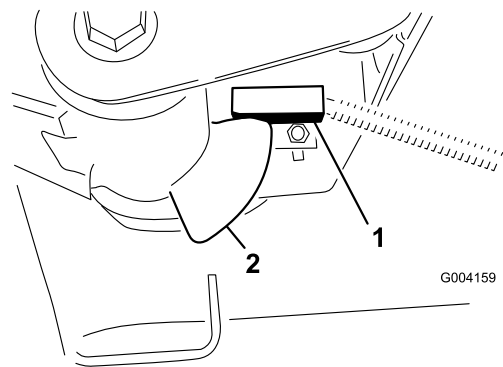

図 42
2. 昇降アームのスイッチは、油圧のメイン・タンクの下にある右前昇降アームの後ろ側に装着されている（図 42）。
3. スwitchの取り付けネジ（図 42）をゆるめ、スイッチの位置を下げると、昇降アームの旋回高さが長くなり、上げると、昇降アームの旋回高さが短くなる取り付けボルトを締め付ける。